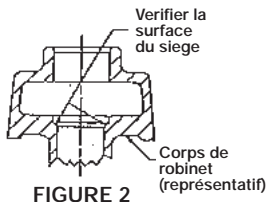

FIGURE 2
4. Examiner la surface d'assise à l'intérieur du corps de robinet et la nettoyer méticuleusement. Si l'assise s'avère endommagée (piqûres ou écailles), ou si elle présente une accumulation excessive de calcaire, contacter le représentant Chicago Faucet le plus proche pour lui demander son aide. Une assise encrassée peut endommager la nouvelle cartouche MVP™ et provoquer une fuite ou empêcher la fermeture du robinet (Figure 2).